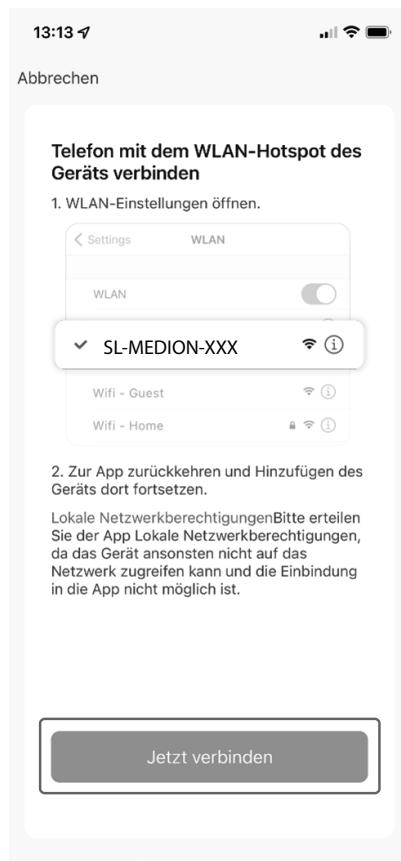

Abb. 8
- ▶ Klicken Sie in der Anzeige unten auf **JETZT VERBINDELN** (s. Abb. 8).